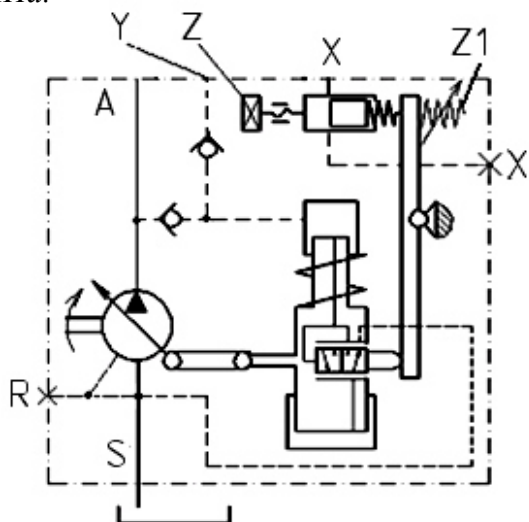

Рис. 12 – Гидравлическая схема насоса с регулятором постоянной мощности, позитивным управлением и ограничением предела верхнего реагирования.
- ограничения максимальной потребляемой мощности N_n насоса, посредством внутреннего механического ограничителя **Z** в блоке регулятора насоса (см. рис. 12).